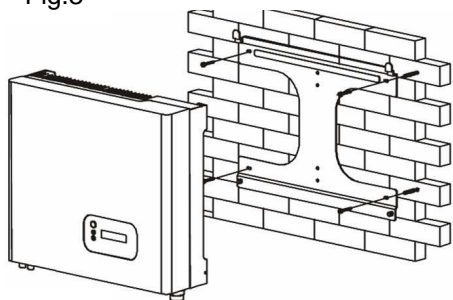

Fig.4
- È possibile utilizzare i 4 fori oblunghi situati ai 4 angoli del telaio di montaggio (**Fig. 4**), oppure i 4 fori tondi allineati sull'asse verticale del telaio stesso.
- Installare e fissare il supporto avvalendosi delle 4 viti di montaggio se el muro è solido (**Fig. 4**).